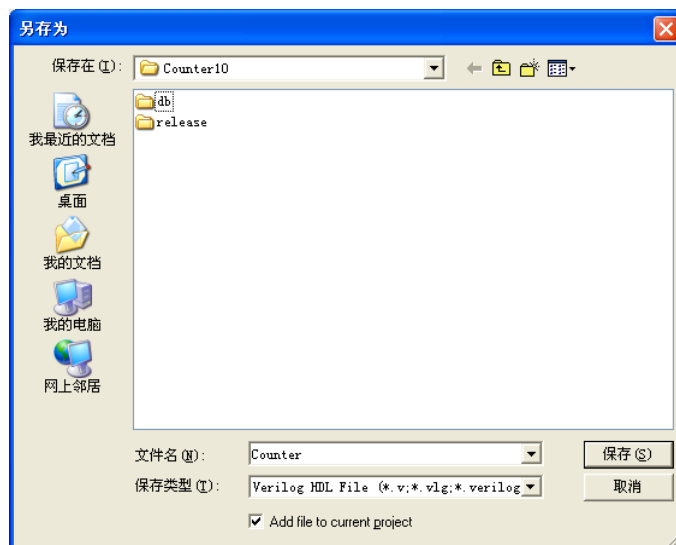

图 3-12 保存设计文件
10. 保存设计。点击菜单项 File->Save、点击图标或者使用快捷键 Ctrl+S 保存设计，如图 3-12 所示。给设计文件命名 Counter，与模块名相同，注意不是 Counter10，点击保存。